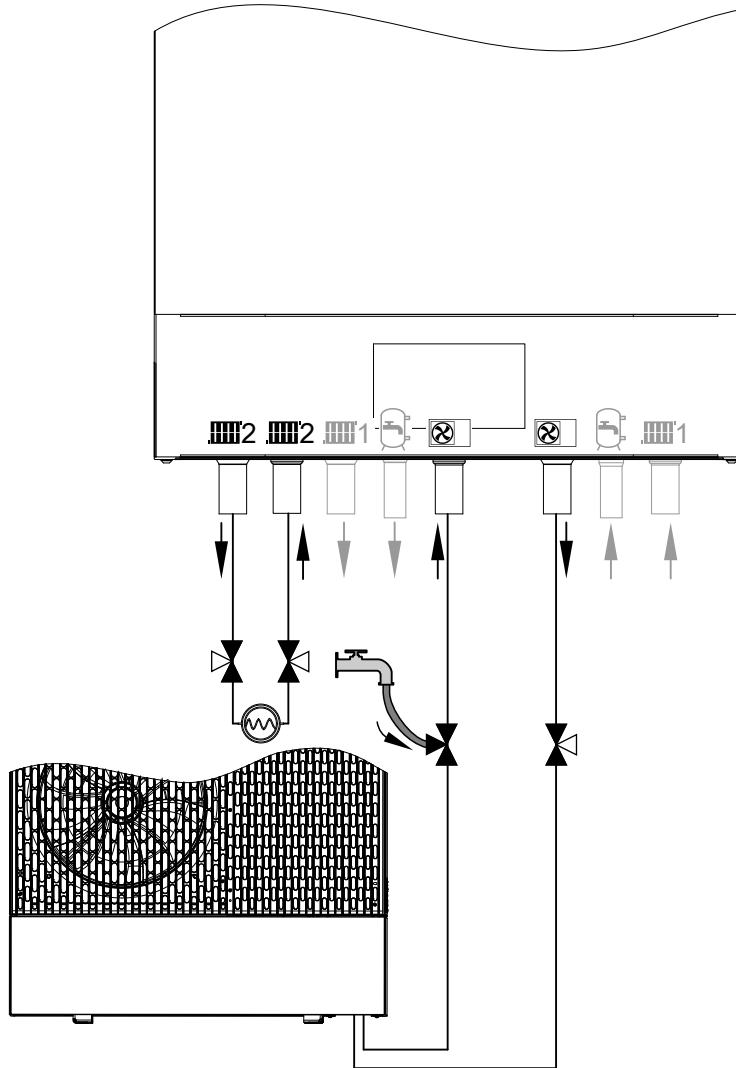

Abb. 79
Beide 3-Wege-Kugelhähne zum und vom Heiz-/Kühlkreis 2 öffnen: Siehe Abb. 79.
3. 3-Wege-Kugelhahn vom Vorlauf Außeneinheit (Heizwassereintritt Inneneinheit) gemäß Abb. 79 öffnen: **Offen in allen Richtungen**
4. 3-Wege-Kugelhahn zum Rücklauf Außeneinheit (Heizwasseraustritt Inneneinheit) öffnen: Siehe Abb. 79.